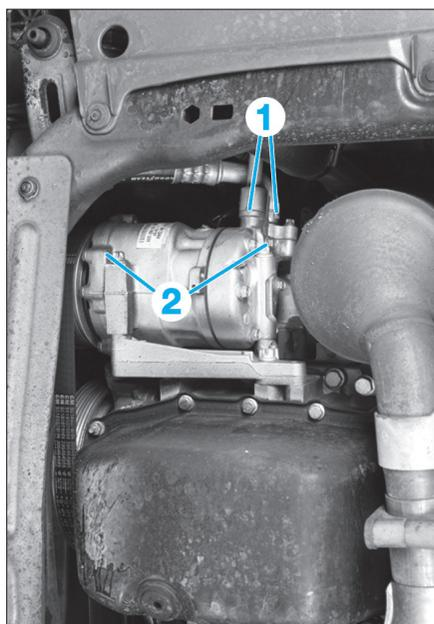

FIG. 3
- les vis de maintien des canalisations (1) et les désaccoupler (Fig.3)
- les fixations inférieures (2) du compresseur,